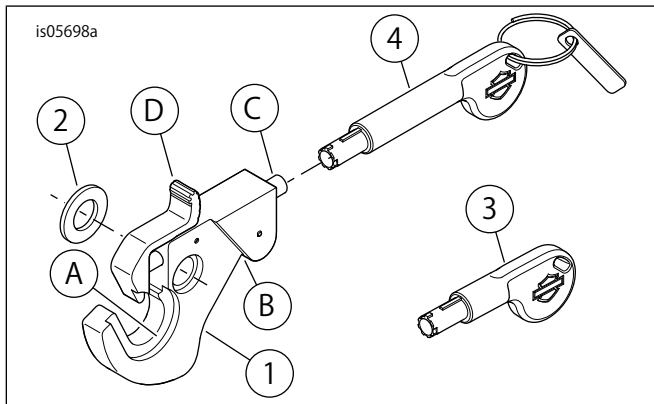

図9。交換用パーツ:取り外し可能ロックキット
「図9」を参照。インストールされた取り外し可能な部品に応じて、リリーフ(A)とアンダーカット(B)の位置がスパーサーまたはドッキングポイントマウントとして使用されます。ロックラッチが、ラッチのロック解除のためのキーアクセスがあるように配置されていることを確認します。
1. ラッチのロック:図9をご参照ください。取り外し可能部の取り付けが完了したら、スプリング操作ロック(C)を押してください。